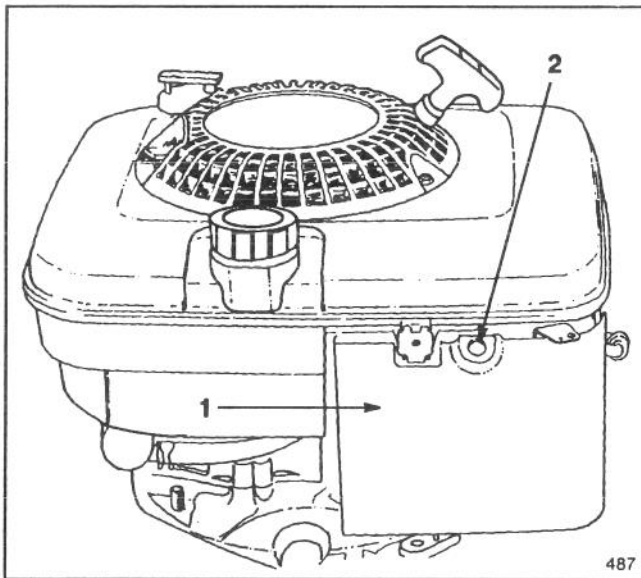

Abb. 15
2. Die Schraube des Luftfilterdeckels entfernen (Abb. 15). Den Deckel vom Motor abnehmen und sorgfältig reinigen.